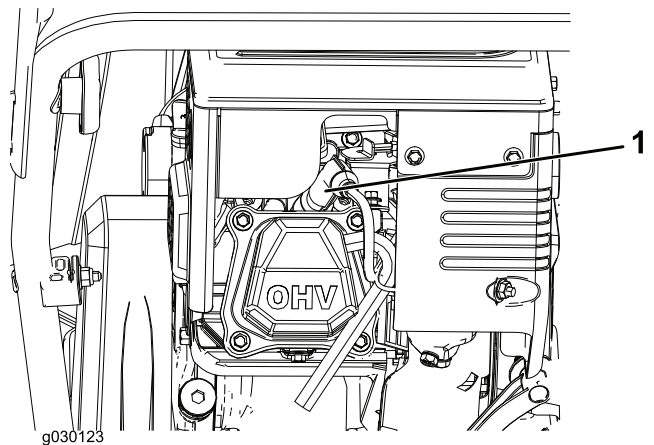

Figure 24
1. Enlevez le capuchon (Figure 24).